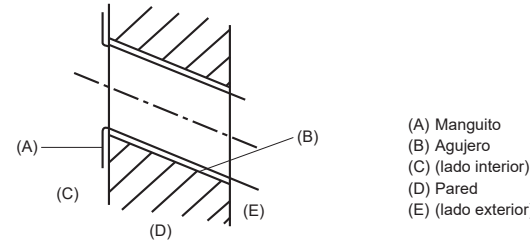

Fig. 3-3
- (B) Unidad interior
- (C) Orificio para tubos en la parte posterior inferior izquierda (ø75-ø80)
- (D) Orificio para tubos en la parte posterior inferior derecha (ø75-ø80)
- (E) Orificio ciego para el orificio posterior izquierdo (75 × 480)
- (F) Orificio troquelado (orificio de 4-ø9)
- (G) Orificio de medición central (orificio de ø2,5)
- (H) Orificio roscador (orificio de 75-ø5,1)
- (I) Centro del orificio
- (J) Alinear la escala con la línea.
- (K) Introducir la escala.
3.2.2. Hacer el agujero para las tuberías (Fig. 3-3)